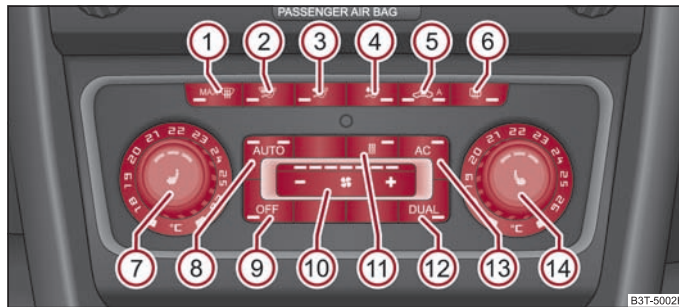

Fig. 122 Climatronic: Elementele de comandă
- Apăsați tasta  ⇒ pagina 113, fig. 122.
- Când parbrizul s-a aburit, apăsați tasta   => pagina 113, fig. 122. După ce parbrizul s-a dezaburit, apăsați tasta .
- Apăsați tasta  => pagina 113, fig. 122.